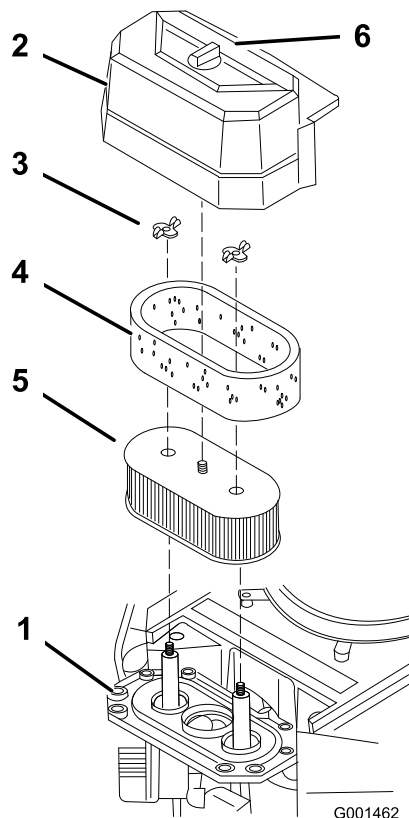

Figura 29
3. Limpie alrededor del limpiador de aire de forma que la suciedad no penetre en el motor y cause daños (Figura 29).
4. Desenrosque el pomo de la cubierta y retire la cubierta del limpiador de aire (Figura 29).
5. Desenrosque las 2 tuercas de orejeta y retire el conjunto del limpiador de aire (Figura 29).
6. Retire cuidadosamente el filtro de gomaespuma del filtro de papel (Figura 29).
1. No limpie el filtro de papel, cámbielo.(Figura 29).
1. Deslice cuidadosamente el filtro de gomaespuma sobre el filtro de papel (Figura 29).
2. Coloque el conjunto del limpiador de aire sobre la base del limpiador de aire y fíjelo con 2 tuercas de orejeta (Figura 29).
3. Coloque en su posición la cubierta del limpiador de aire y apriete el pomo de la cubierta (Figura 29).